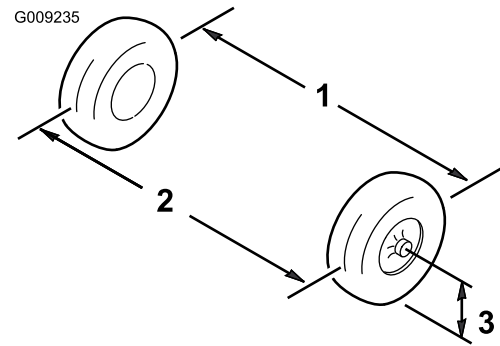

Figure 52
- Mesurez la distance entre les roues avant à hauteur d'essieu, à l'avant et à l'arrière des roues (Figure 52).